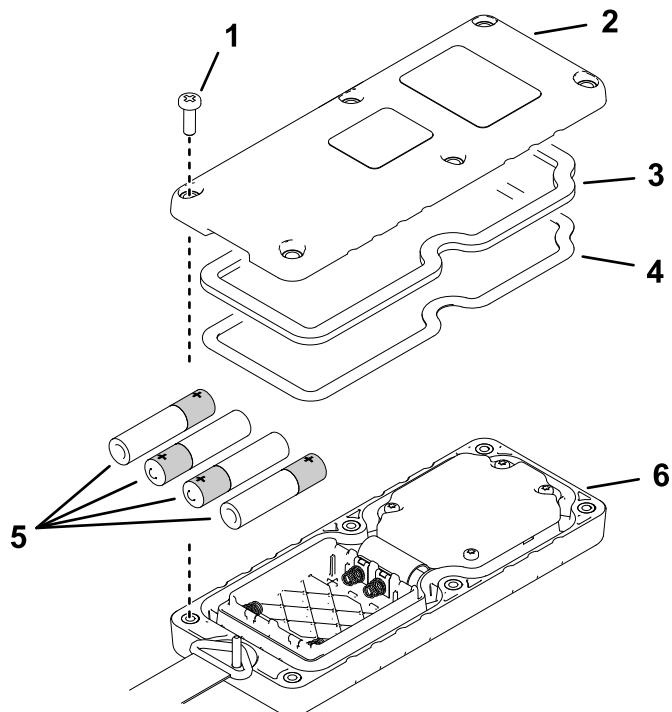

Figura 7
2. Inserte cada pila en su alojamiento observando la polaridad correcta (Figura 7).
- Asegúrese de que la junta de acero y la junta de goma están asentadas en la ranura del control remoto, y coloque la tapa trasera (Figura 7).
- Sujete la cubierta con 6 tornillos (Figura 7) y apriételos a 1.5-1.7 N·m (13-15 pulgadas-libra).